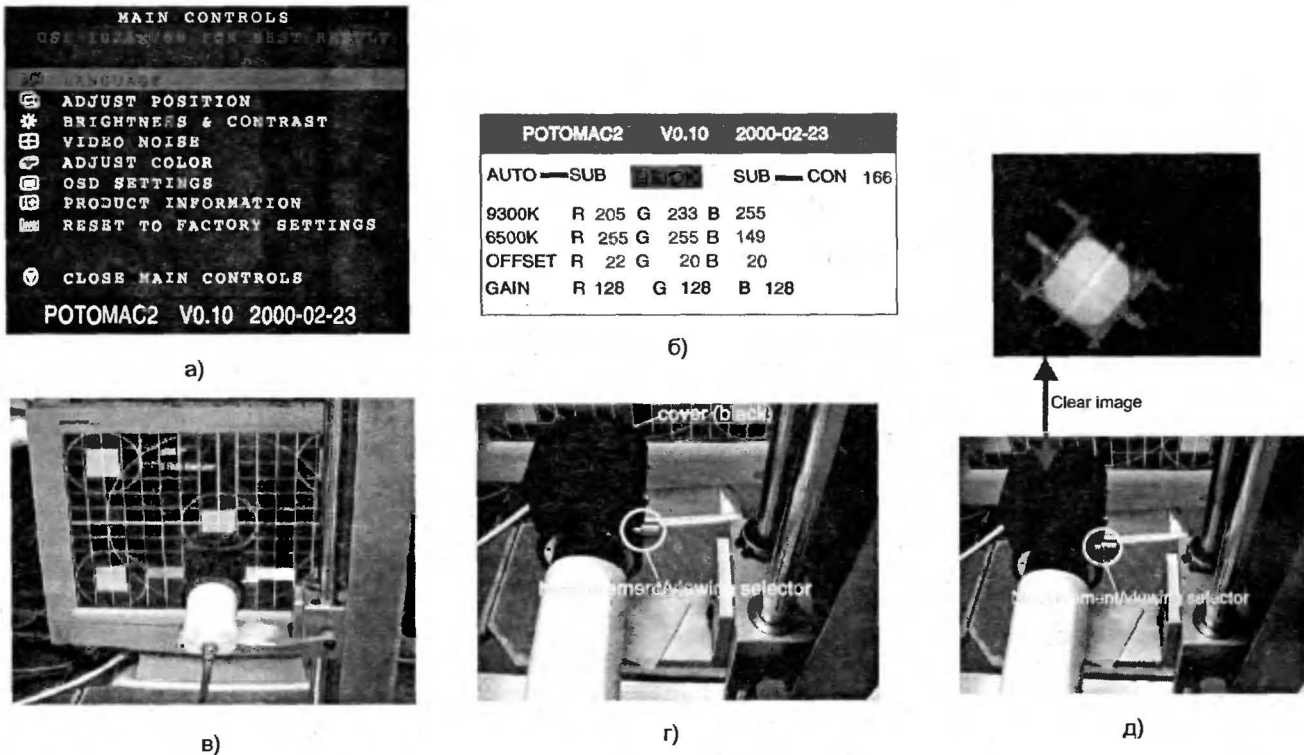

Рис. 8.14
Для перевода монитора в режим заводских регулировок вначале его выключают кнопкой ON/OFF (компьютер, которому он подключен, не выключают), затем одновременно нажимают кнопки OK, AUTO и ON/OFF на передней панели. После включения монитора включился, нажимают кнопку OK для отображения меню заводских регулировок (рис. 8.14а). Кнопкой ▼ на передней панели выбирают строку «POTOMAC2 V0.10 2000-02-23» и нажимают кнопку OK. На экране должно появиться меню согласно рис. 8.14б.
1. Подают на вход монитора тестовый сигнал (рис. 8.14в), включают монитор и устанавливают режим работы 1024×768 , частота кадров 60 Гц, строк — 48,363 кГц.
2. Устанавливают датчик цветового анализатора СА-А30 в соответствии с инструкцией к прибору (рис. рис. 8.14г), снимают с него защитную крышку и переключают прибор в режим измерений.
7. Перемещают линзу регулировки бочкообразных искажений вперед и назад до получения контрастного изображения (рис. рис. 8.14д) и переключают датчик анализатора в режим «Измерение».
8. Подают на вход монитора сигнал белого поля и, когда выбрана строка «POTOMAC2 V0.10 2000-02-23», нажимают кнопку ОК (рис. рис. 8.14а).
9. Выбирают строку 9300K RGB (рис. рис. 8.14б) и регулируют значения R, G и B, добиваясь показаний анализатора: $x = 0,281 \pm 0,005$; $y = 0,311 \pm 0,005$; $Y \geq 180$ nits.